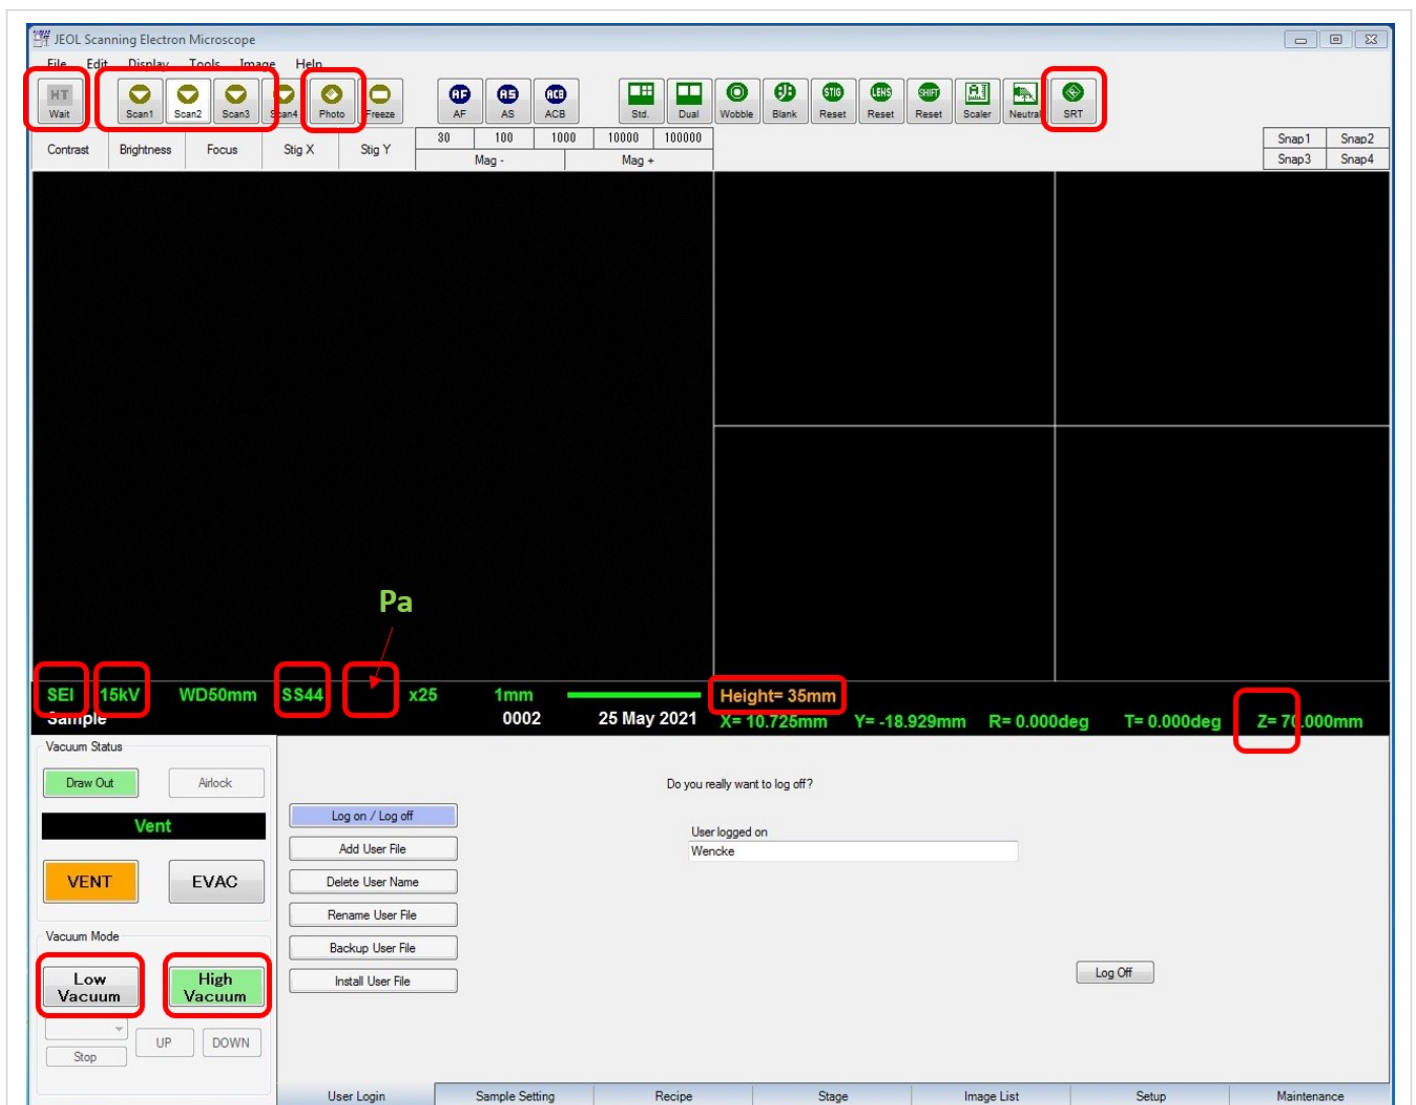
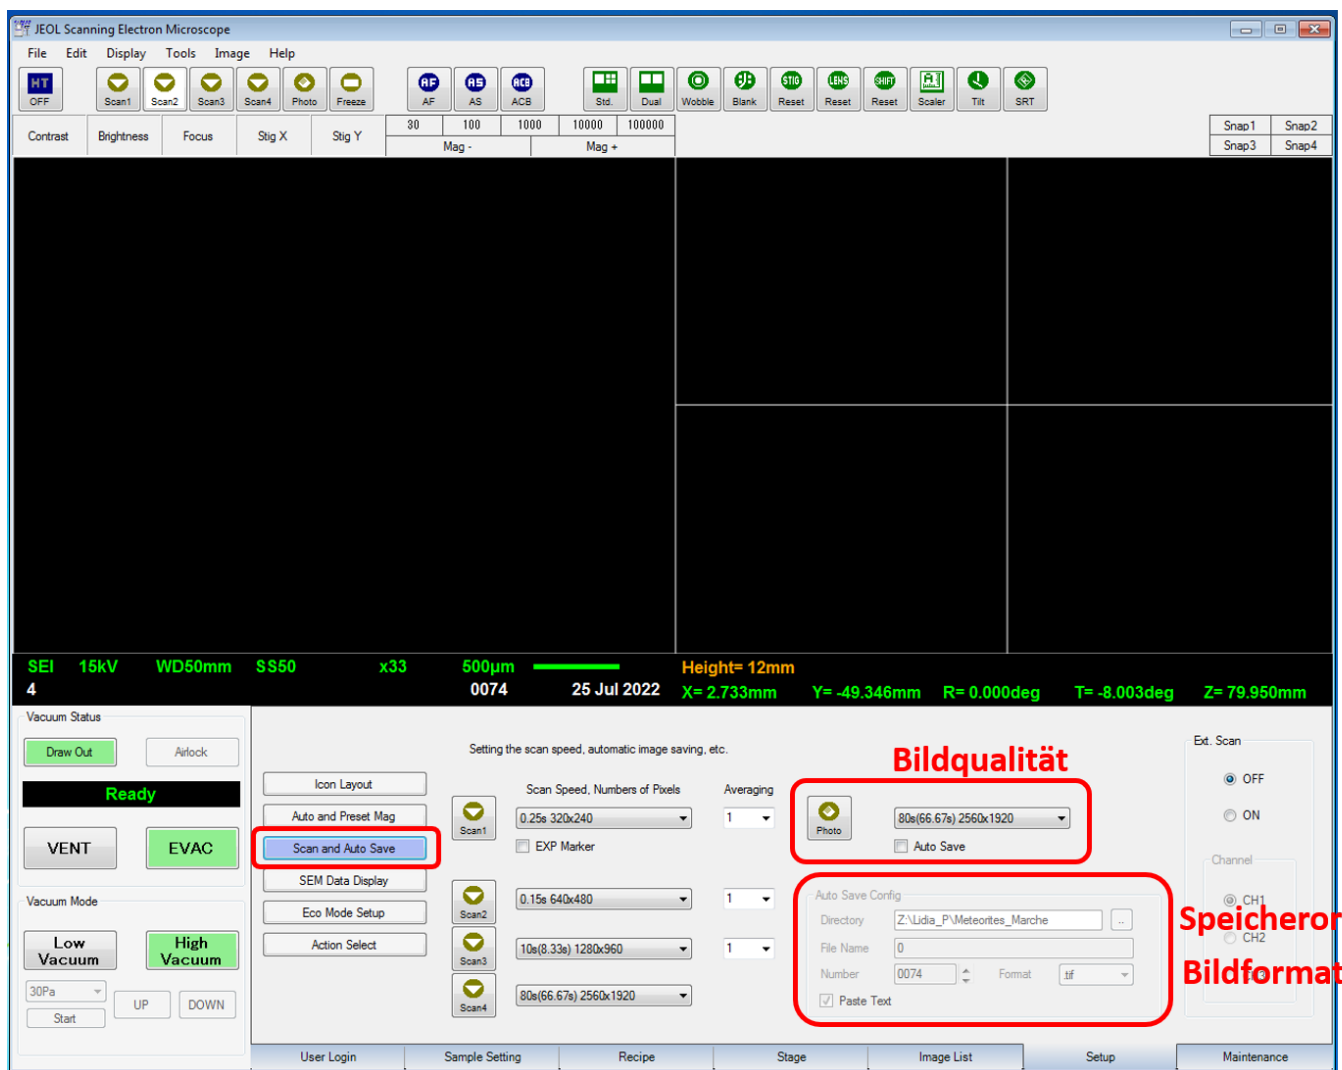

Abb. 4: Software-Interface für das JEOL JSM-6610LV. Wichtige Buttons und Einstellfelder sind durch rote Rahmen hervorgehoben und werden im Text näher erläutert.
Abb. 8: Interface für die Festlegung von Speicherort, Bildformat und Fotoauflösung. Aufrufbar über Reiter "Setup" und Button "Scan and Autosafe".
Die Einstellung wichtiger Parameter erfolgt über den Startbildschirm der REM-Software (Abb. 4). Viele dieser Parameter werden automatisch mit den Werten der letzten Sitzung geladen, wenn ein Useraccount besteht, mit dem man sich zu Beginn der Sitzung einloggt. Das Anlegen eines solchen Accounts erledigt meist der/die für das Gerät zuständige Techniker/in.
Der Wert (in **oranger** Schrift in der mittleren Leiste des Startbildschirms unterhalb der schwarzen Bildanzeige, Abb. 4) kann jederzeit durch Anklicken und Neueingabe verändert werden.
Dieser Wert (in **Grün** am rechten Rand der mittleren Bildleiste, Abb. 4) gibt die **Distanz zwischen Bühne und Detektor** an und muss, zumindest beim Jeol-Gerät, mindestens **10 mm** höher sein als der Height-Wert, wodurch eine Mindestdistanz von 10 mm zwischen höchstem Punkt der Probe und Detektor gewährleistet ist. Die Eingabe geringerer Werte verursacht eine Fehlermeldung. Der Maximalwert beträgt **80 mm**, wodurch sich automatisch auch ein oberer Grenzwert für die Probengröße ergibt.
Über diesen Wert (in **Grün** am linken Rand der mittleren Bildleiste, Abb. 4) wird die **Beschleunigungsspannung** eingestellt. Für Bilder im BSE-Modus (siehe unten) gelten **15 kV** als guter Richtwert, für Sekundärelektronenbilder (SE-Modus) genügt eine geringere Spannung (z.B. **10 kV**).
Der Druck (Anzeige in **Pa** und in **Grün** in der mittleren Bildleiste neben dem Wert der Spotsize (SS), (Abb. 4)) wird im Low- Vacuum-Modus am linken unteren Bildrand des Startbildschirms durch Auswahl eines Wertes und Drücken auf "Start" eingestellt. **30 Pa** ist ein guter Startwert. Mithilfe der Buttons "Up" und "Down" kann der Wert in Einzelschritten erhöht oder reduziert werden. Es vergehen meist einige Sekunden, bis der Druck in der Kammer nachjustiert ist und in der Anzeige der angestrebte Wert aufscheint.
Die Einstellung erfolgt durch Anklicken der **grünen** Anzeige am linken Rand der mittleren Bildleiste und Auswahl des entsprechenden Modus (Abb. 4). Für die Fotografie von unbeschichteten Molluskenschalen wird häufig der SEI-Modus (**Secondary Electron Image**) verwendet. Die in Wechselwirkung mit dem Primärelektronenstrahl von der Probenoberfläche abgegebenen **Sekundärelektronen** haben eine relativ niedrige Energie und stammen aus den obersten Nanometern der Probe, weshalb sie die Oberflächentopografie mit sehr hoher Auflösung abbilden können. Im BSE-Modus (**Backscattered Electrons**) werden vom entsprechenden Detektor
Je nach Beschaffenheit der Probe können SE- oder BSE-Bilder bestimmte Schalenstrukturen besser hervorheben. Im **Dual-Modus** (**grüner** Button in der Symbolleiste am oberen Rand des Startbildschirms, Abb. 4) lassen sich SEI- und BSE-Bild am Bildschirm direkt miteinander vergleichen. Abb. 5 zeigt die beiden Abbildungsvarianten anhand der Larvalschale einer triphoriden Schnecke.
Die **Spot size** (**grün** im linken Bereich der mittleren Bildleiste, Abb. 4) reguliert die Energie des Elektronenstrahls und wird erst nach dessen Aktivierung (siehe unten) in Abhängigkeit vom gewählten Modus (SEI bzw. BSE) eingestellt. Ein guter Startwert ist **30**. Durch Verringern der Spotsize wird das Bild dunkler, zugleich werden die hellen Aufladungserscheinungen reduziert.
- Das Jeol-Gerät bietet die Möglichkeit, ein Aufsichtsbild des Probenstückes aufzunehmen (dies kann bereits während der Herstellung des Vakuums erfolgen: Reiter "**Stage**" am unteren Bildrand (Abb. 4), dann "**SNS Capture**"), über das man jeden beliebigen Punkt **durch Doppelklicken** ansteuern kann. Dies ist die einfachste und effektivste Art der Navigation, um den Probenstück zielgerichtet über größere Distanzen zu bewegen (z.B. von einem Stub zum nächsten). Die **Feinnavigation** erfolgt anhand des Live-Bildes. Der Mauscursor wird über dem Livebild zum Handsymbol, mit dem man durch Halten und Wiederloslassen der linken Maustaste das Bild in beliebige Richtung "ziehen" kann. Eine weitere Möglichkeit ist das Doppelklicken auf eine bestimmte Position im Bild, wodurch diese zentriert wird.
TIPP: Hilfreich ist die Funktion "**SRT**" (**Scan Rotation**), die nur den Elektronenstrahl dreht, was ebenfalls zu einer Bilddrehung führt, ohne dass die Bühne selbst zeitaufwendig bewegt werden muss. Der entsprechende Button befindet sich ganz rechts in der oberen Symbolleiste (Abb. 4). Wird er angeklickt, öffnet sich ein Dialogfenster mit Schieberegler, mit dem das REM-Bild in Echtzeit nach rechts oder links gedreht werden kann.
Für die weiteren Einstellungen ist ein wiederholtes Wechseln zwischen unterschiedlichen **Scan-Modi** nötig. Die **Scan-Modi 1 bis 4** sind über Buttons links oben in der Symbolleiste des Bildschirms der REM-Software (Abb. 4) wählbar (oder über Knöpfe am externen Bedienungspaneel, Abb. 6) und stehen für unterschiedliche Geschwindigkeiten, mit denen der Elektronenstrahl die Probe abrastert. Für jeden Scan-Modus kann im Zuge einer Voreinstellung aus mehreren Geschwindigkeitspräferenzen gewählt werden (Reiter "Setup" am unteren Rand der REM-Software sowie Button "Scan and Autosafe", Abb. 8)
All diese Einstellungen werden unter dem Reiter "**Setup**" (unterer Bildrand der REM-Software, Abb. 4) vorgenommen.
Ebenfalls unter dem Reiter "Setup" findet sich der Button "**Scan and Autosave**", über den sich Speicherort, Bildformat sowie Fotoauflösung bzw. Aufnahmezeit einstellen lassen (Abb. 8).
Nachdem alle nötigen Voreinstellungen vorgenommen worden sind und die Probe scharf und gut ausgeleuchtet ins Bild gerückt ist, wird die Aufnahme durch Drücken des **Photo-Buttons** (Symbolleiste links oben, Abb. 4) gestartet. Der Scanfortschritt wird durch einen schmalen **orangenen Balken** am linken Bildrand angezeigt, der von oben nach unten wandert.
- Nun die Vakuumkammer durch Drücken des **VENT**-Buttons (links unten, Abb. 4) belüften und anschließend die Probe (mit Einweghandschuhen) entnehmen.